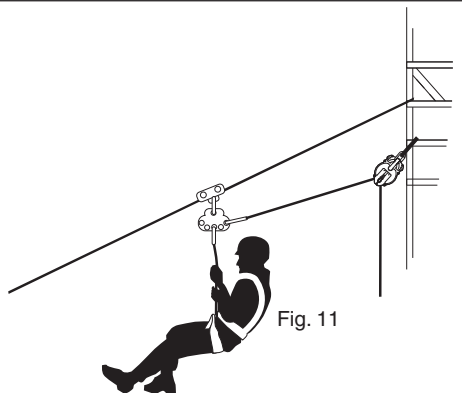

Fig. 11
7.3 Evacuazione volontaria su piano inclinato (fig.11)